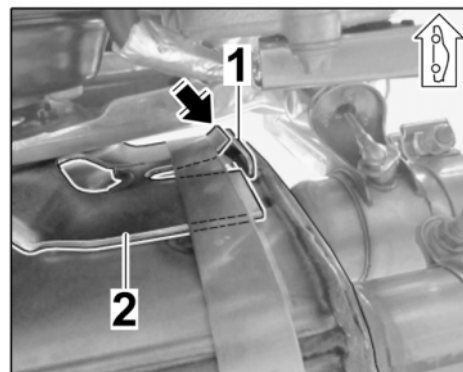

Bild 35
- 7.9 Hauptschalldämpfer mit Anschlag $\Rightarrow$ Bild 35 -1- an Halter Hauptschalldämpfer $\Rightarrow$ Bild 35 -2- anlegen $\Rightarrow$ Bild 36 -Pfeil-.